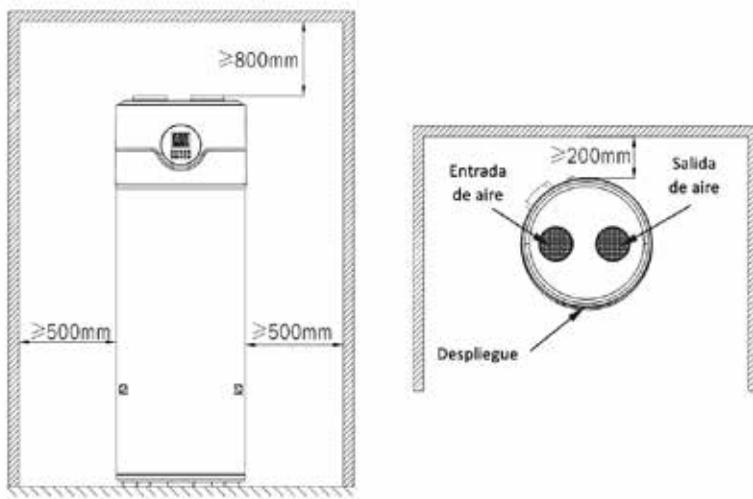

Fig.4 Espacio de instalación y mantenimiento recomendado
- Reserve el espacio para la instalación y el mantenimiento que se muestra en la Fig.4.